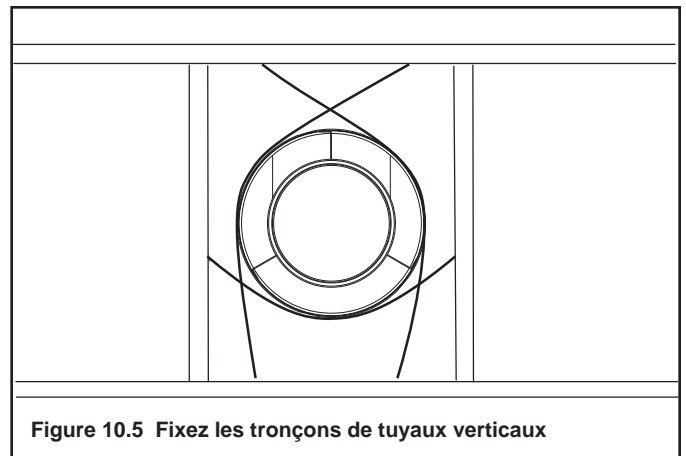

Figure 10.5 Fixez les tronçons de tuyaux verticaux
- Des supports pour conduits de ventilation/d'évacuation ou armature de plomberie (120° à part) peuvent être utilisés. Voir les figures 10.5 et 10.6.